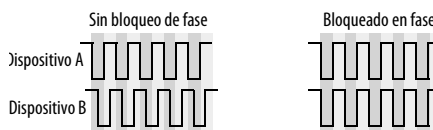

Figura 4-8. Al transferir audio, dos dispositivos deben tener relojes de audio bloqueados en fase para evitar clics, estallidos u otros artefactos.
- Sincronización con otros dispositivos de audio digital para que sus relojes de audio digital estén *sincronizados en fase* (como se muestra en la Figura 4-8)